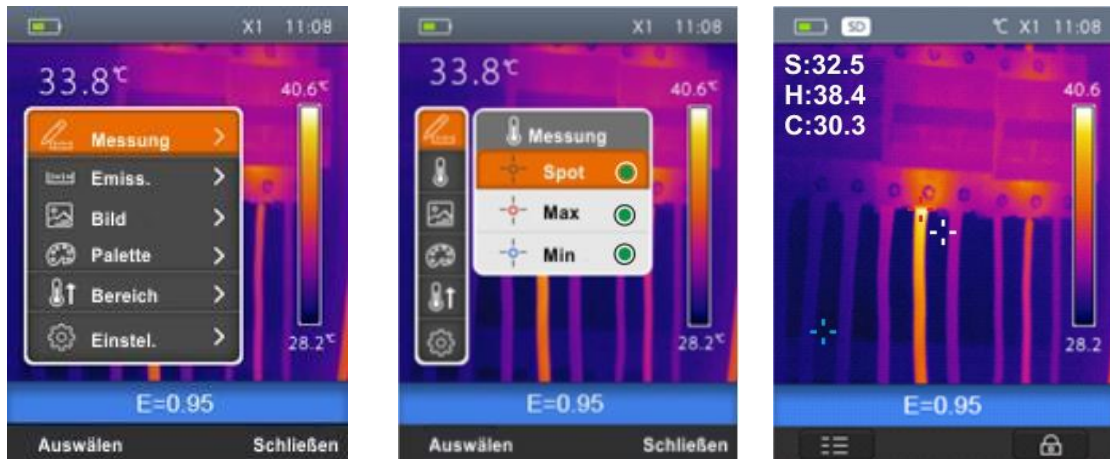

Abb. 17: Einstellung der 3 Messcursor
1. Wählen Sie "Messung" mit den oder Tasten aus und drücken Sie die Taste. Die Bildschirmseite Abb. 17 – Rechte Seite erscheint im Display.